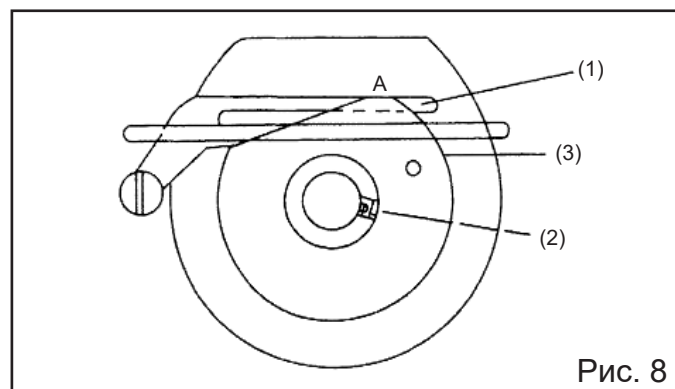

Рис. 8
4. Регулировка эксцентрика (Рис. 8)